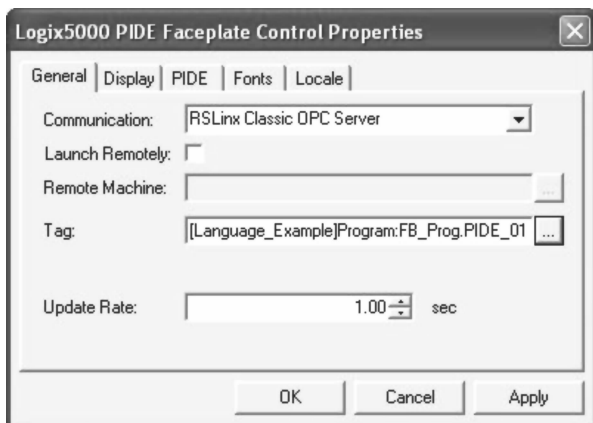

图 17-6 确认配置
5. 确认的配置如图 17-6 所示之后, 单击“应用”(Apply) 接受所做更改。单击“确定”(OK)。